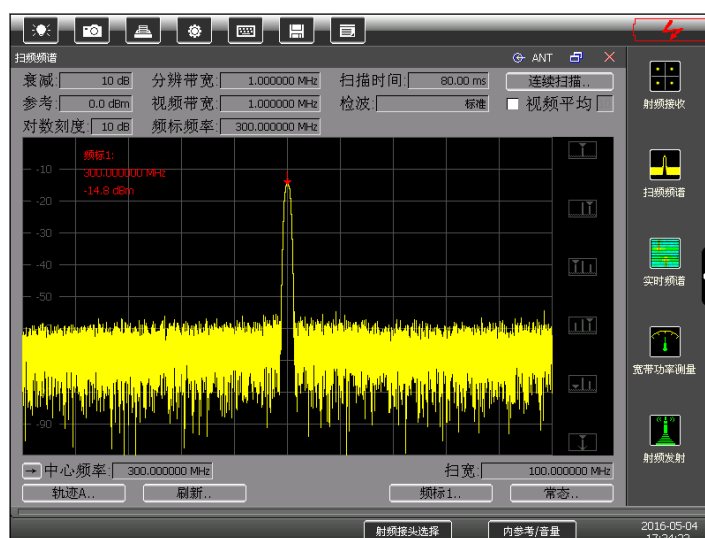

图 5.10 扫频频谱测量界面
- 5) 根据输入信号在屏幕下方对【中心频率】和【扫宽】进行设置, 设置完成后即可观测到被测信号的频谱, 如图 5.10 所示。
在扫频频谱模式下, 使用频标可以方便地测量某特定频率点的功率大小。4945B/C 提供了使用频标测量的快捷选项, 如图 5.11 所示, 可以方便的测量峰值、次峰值、左峰值和右峰值等。同时, 本仪器还支持多频标测量, 在界面左侧功能菜单中可以在频标 1 至频标 4 之间进行选择, 在图 5.10 所示的测量示例中, 就使用了频标 1 进行了峰值测量。